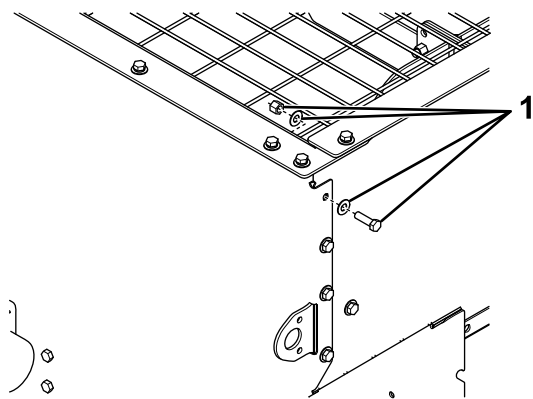

Bild 7
19. Entfernen Sie die oberen Schrauben an der Rückseite des Füllkastens und entsorgen Sie diese, wie in **Bild 7** dargestellt.